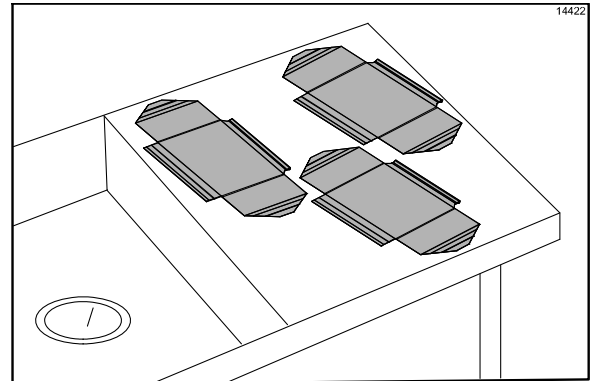

Abbildung 83
9. Die Trennfolien bis zur weiteren Reinigung auf einer sauberen, ebenen Fläche ablegen. Die Trennfolien **dürfen nicht** gefaltet, gekniff oder auf scharfe Gegenstände gelegt werden! (Siehe Abbildung 83.)